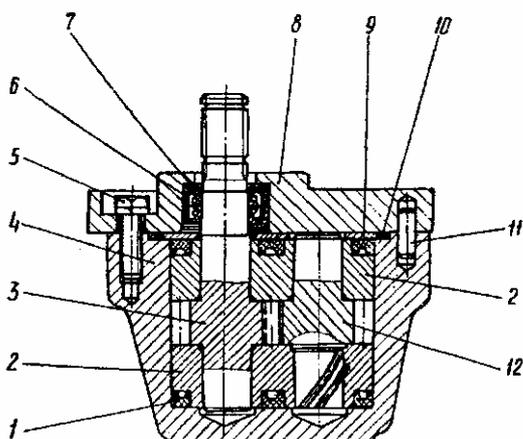

Рис. 34 Шестеренный гидравлический насос
3. ШЕСТЕРЁННЫЙ ГИДРАВЛИЧЕСКИЙ НАСОС (рис. 34)